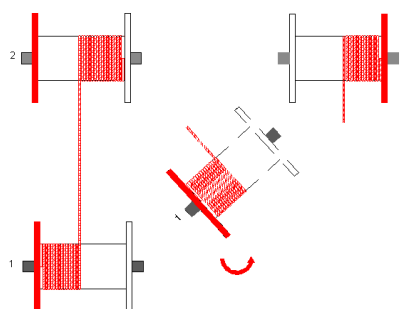

Figura 15 - Rotação e posicionamento da bobina 1
- Após executar a divisão da quantidade do cabo de aço entre as bobinas, girar 180° a bobina 1, conforme Figura 15;